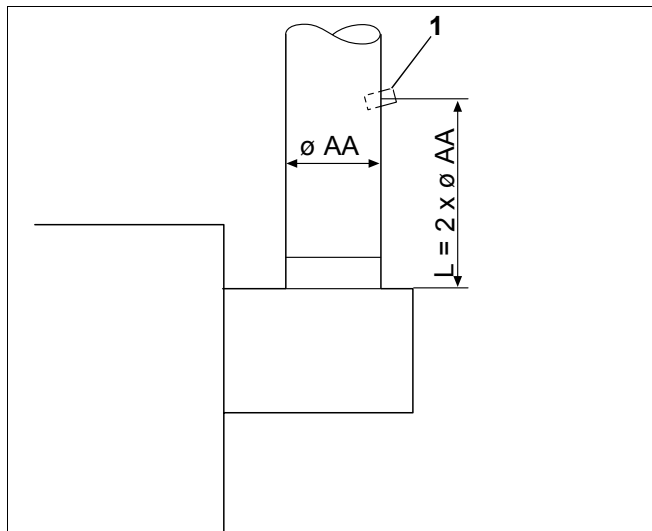

Рис. 31 Проведение замеров
Для проведения приведенных далее измерений нужно на присоединительном участке системы дымовых газов сделать отверстие для замеров (рис. 31, поз. 1). Расстояние от прерывателя тяги должно быть равно двум диаметрам дымовой трубы (AA).
- Точку замера на присоединительном участке (рис. 31, поз. 1) разместить на стороне, отвернутой от котла. Для этого просверлить отверстие диаметром 8 мм.